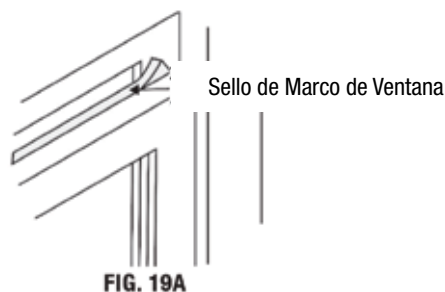

FIG. 19A
1. Recorte el sello de marco para que se ajuste al ancho de la ventana. Inserte en el espacio entre los marcos superior e inferior. (Fig 19A)